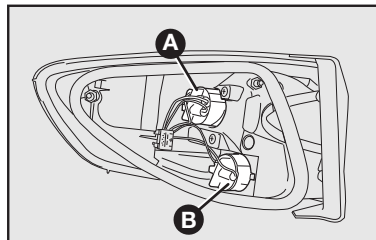

fig. 36
**A-fig. 36:** Luz de posição traseira / luz e freio.
**B-fig. 36:** Luz de direção (seta) traseira.
2) Para substituir a lâmpada da luz de posição / freio, no sentido anti-horário a tampa porta-lâmpadas **A-fig. 36**, empurrar levemente a lâmpada e girá-la no sentido anti-horário. Em seguida, substituir a lâmpada e recolocar a tampa porta-lâmpada, girando-a no sentido horário.
3) Para substituir a lâmpada da luz de direção, girar no sentido anti-horário a tampa porta-lâmpadas **B-fig. 36**, empurrar levemente a lâmpada e girá-la no sentido anti-horário. Em seguida, substituir a lâmpada e recolocar a tampa porta-lâmpada, girando-a no sentido horário.